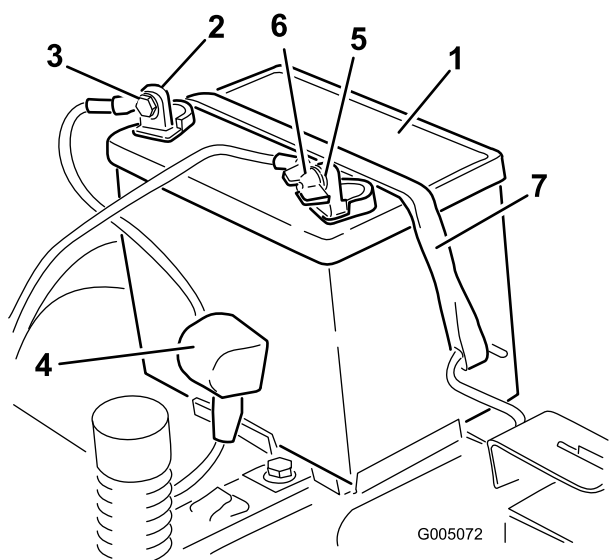

Figura 49
4. Staccate il cavo negativo (nero) di terra dal polo della batteria (Figura 49).
6. Staccate il cavo positivo (rosso) dal polo della batteria (Figura 49).
7. Togliete il dispositivo di fissaggio della batteria (Figura 49) e togliete la batteria dal vassoio.
1. Posizionate la batteria nella cassetta (Figura 49).
5. Fissate la batteria con l'apposito dispositivo (Figura 49).